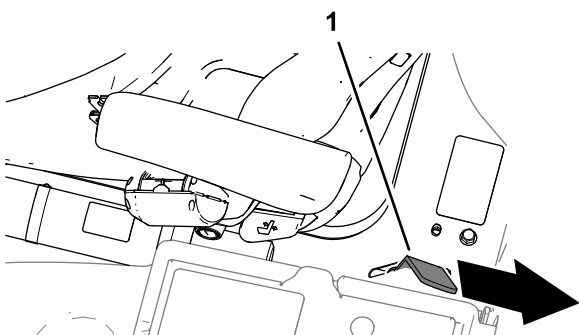

Figura 52
3. Abbassate completamente la pedana e spostate la maniglia di fermo verso la parte posteriore della macchina fino a quando il fermo non si innesta completamente sulla barra di bloccaggio (Figura 52).